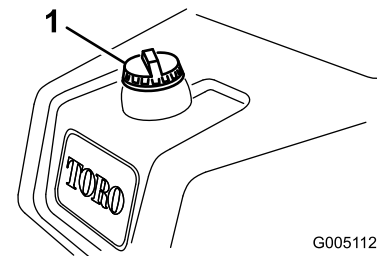

Bild 23
1. Reinigen Sie den Bereich um den Tankdeckel und nehmen Sie den Deckel ab (**Bild 23**).